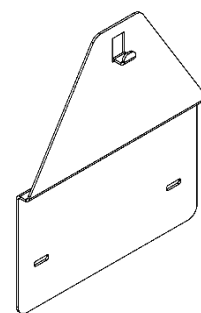

Рисунок 6. Переходная планка
7.2.3 При наличии в задней стенке только одного монтажного отверстия (сверху), а также если ранее был установлен аппарат марки «NEVA» или «BaltGaz», который крепился к стене с помощью двух крючков, можно выкрутить данные крючки и использовать отверстия для установки переходной планки (см. рис. 6). Переходная планка 115514-00.050 позволяет смонтировать аппарат с использованием уже имеющихся крепежных отверстий в стене. Переходная планка приобретается отдельно в фирменных магазинах или на сайте baltgaz.ru.